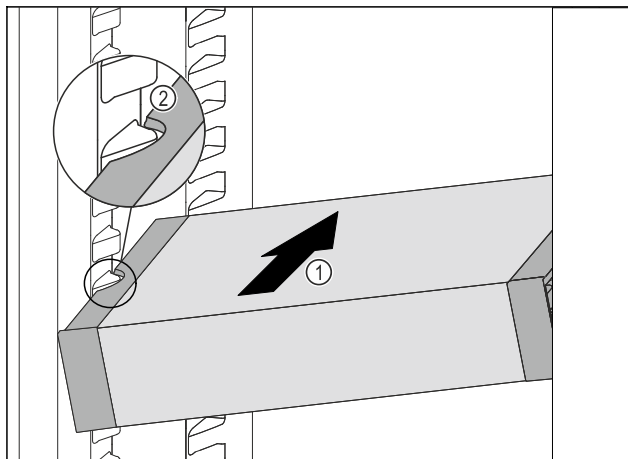

Fig. 114
- ▶ Insérer le VarioSafe en biais dans la partie réfrigérateur Fig. 114 (1) jusqu'à ce que les encoches latérales Fig. 114 (2) du VarioSafe se trouvent à la hauteur de la nervure du bac dans la partie réfrigérateur.